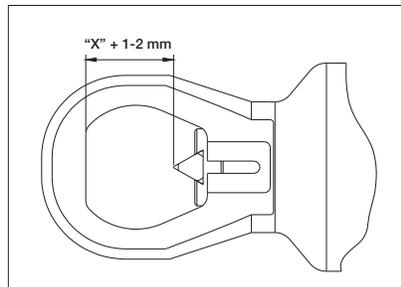

図7
4. ヘッド平面からブレード先端までの長さが、前の手順で測定されたナットからボルトまでの長さ $1\sim 2\text{mm}$ ($1/16''$)加えた長さと同じになるまで、ヘッドを回します。図7を参照してください。